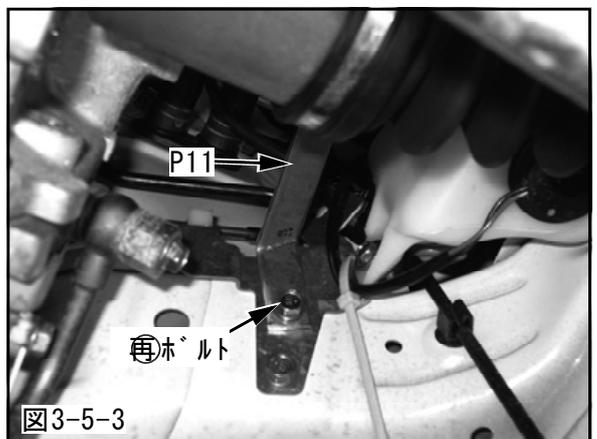

図3-5-3
- (4) 位置出し後のインレットパイプNo.3を車両に固定してください。この時、インタークーラスプレータンクブラケットのボルトを再使用して、インレットパイプステーの取付けを行なってください。(図3-5-3)